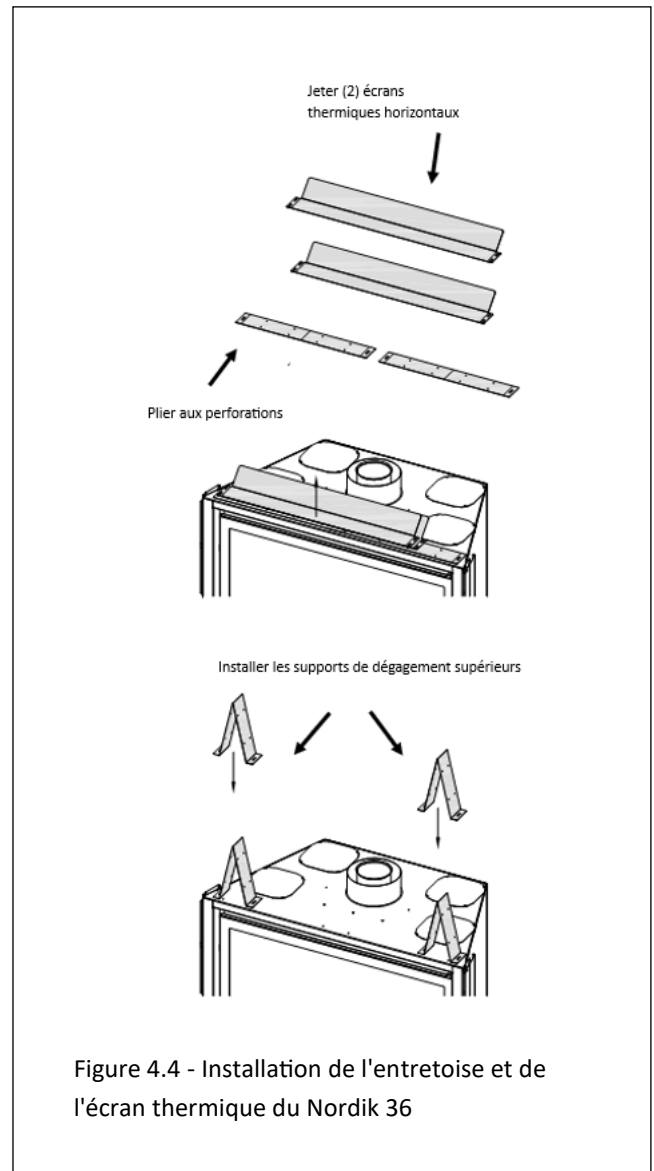

Figure 4.4 - Installation de l'entretoise et de l'écran thermique du Nordik 36
7. Installez l'ensemble d'espacement sur le dessus de l'appareil. Voir Figure 4.4. Retirez et conservez les (4) vis fixant les écrans thermiques et les supports d'espacement sur le dessus du foyer. Formez chaque support d'espacement supérieur en pliant les perforations, comme illustré. Alignez les trous dans les entretoises supérieures formées avec les trous dans le dessus du foyer. Fixez avec les (4) vis précédemment retirées ainsi que les (4) vis situées sur le dessus du foyer.
8. Jetez les (2) écrans thermiques horizontaux.